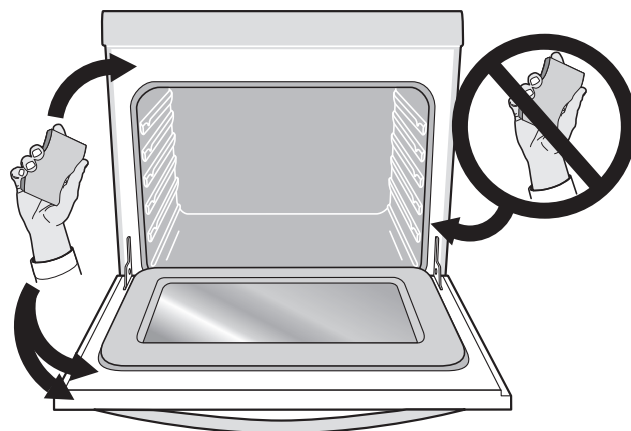

Figure 29 : Zone de la porte du four qu'il faut nettoyer et ne pas nettoyer (joint)
- Ne nettoyez pas le joint de la porte du four (Figure 29). Le joint tissé est essentiel à la bonne étanchéité du four. Prenez soin de ne pas frotter, endommager ou retirer le joint. N'utilisez aucun produit de nettoyage sur le joint de la porte. Cela pourrait endommager le joint de la porte.
- Nettoyez toute saleté sur le cadre du four, le revêtement de la porte autour du joint et la petite surface située au centre, devant, sur la sole du four (Figure 29). Ces zones chauffent suffisamment pour que la saleté y brûle. Nettoyez-les avec de l'eau savonneuse avant de lancer l'autonettoyage.